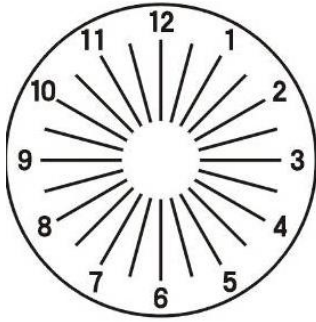

Fig.32
(4) Ruotare la manopola dell'obiettivo cilindrico ②⑦ per cambiare il valore C,  $.00 \rightarrow .25 \rightarrow .50$  in modo che ogni riga venga vista allo stesso modo. Quando viene girato a -0.50. il grafico è come mostrato in Fig.32.
(5) Modificare S di 0.25 D ruotando la manopola di potenza sferica debole ②③ in modo che l'acuità visiva diventi da 1.2 a 1.5. Registrare il valore modificato dell'acuità visiva.